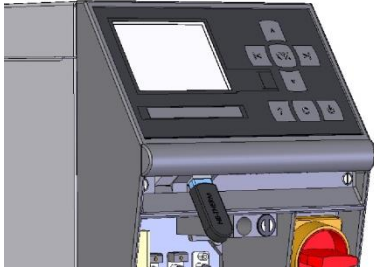

Abb. 72: USB-Datenträger anschliessen
2. USB-Datenträger anschliessen (Abb. 72).